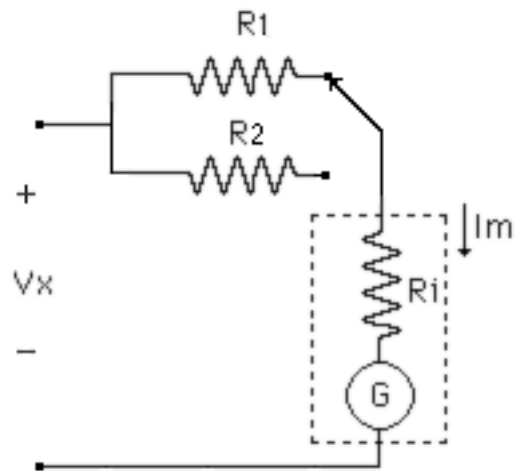

Figura 2.2.- Voltímetro de dos escalas
- 10.- Realice los cálculos para determinar las especificaciones de las resistencias necesarias para construir un voltímetro de dos escalas con el Galvanómetro de D'Arsonval cuyas características le indicará su profesor en el Pre-Laboratorio, utilizando la configuración de la Figura 2.2. Debe seleccionar valores comerciales e indicar la capacidad de disipación de las resistencias.